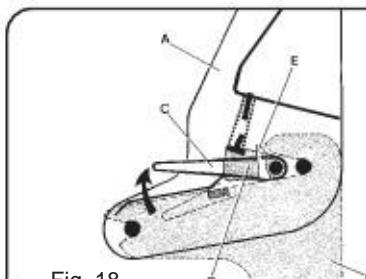

Fig. 18
7 - SICH VERGEWISSEN, dass die Achsen auf jeder Seite korrekt in ihrer Aufnahme sitzen (Bild 18).
5 - DEVERROUILLER côté gauche. (Fig.18)
7 - DEVERROUILLER le côté droit. (Fig.18)
5 - UNLOCK the left side (Fig.18)
7 - LOCK the right side. (Fig.18)
- 5 - Die linke Seite ENTRIEGELN. (Bild 18)
- 5 - De linkerkant ONTGRENDELEN. (fig. 18)
- 7 - De rechterkant ONTGRENDELEN. (fig. 18)